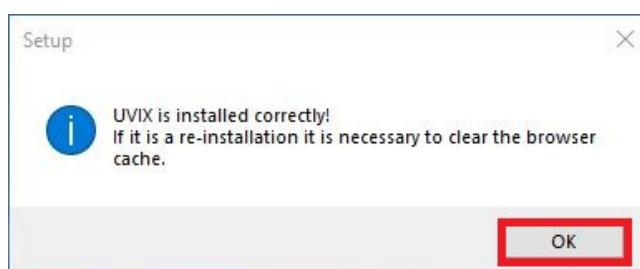

Figura 4.10: Termine installazione
10. Cliccare su "Ok" e dopo il riavvio ricordarsi di pulire la cache (la cronologia di navigazione) del browser, figura 4.10.